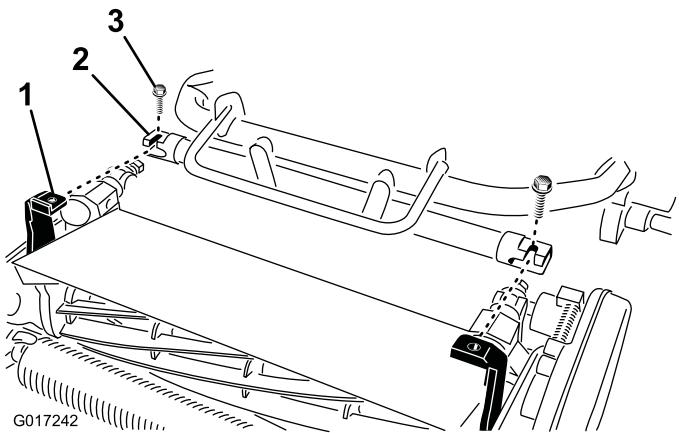

Figure 5
4. Manceuvrez le cadre du groupe de déplacement (Figure 5) en avant jusqu'à ce qu'il s'engage avec les bras pivotants du plateau de coupe.
5. Fixez le cadre du groupe de déplacement aux bras pivotants du plateau de coupe avec 2 boulons (3/8 x 3/4 po) (Figure 5)